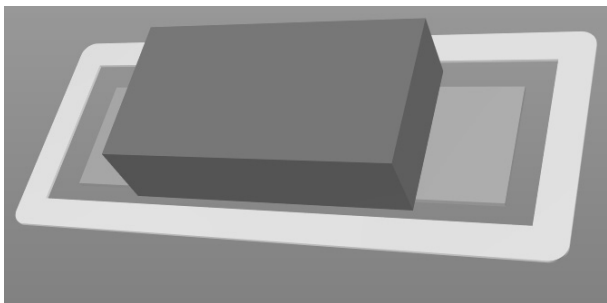

图 3-75 0603R 3D 效果图
(5) 按键盘的主数字键 3, 进入三维状态, 查看 3D 效果, 如图 3-75 所示。数字键盘提供了用于操纵 PCB 3D 视图的一系列快捷键, 在 3D 模式下通过“视图”→“3D 视图控制”命令可查看相关操纵行为。